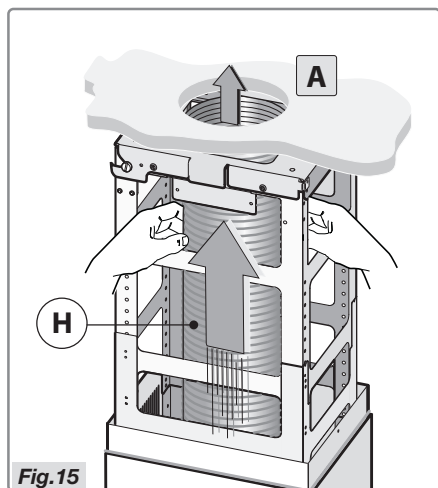

Fig. 15
- Raccordez le tuyau **H** (non livré avec la hotte) à l'ouverture d'évacuation **A** (Fig. 15).